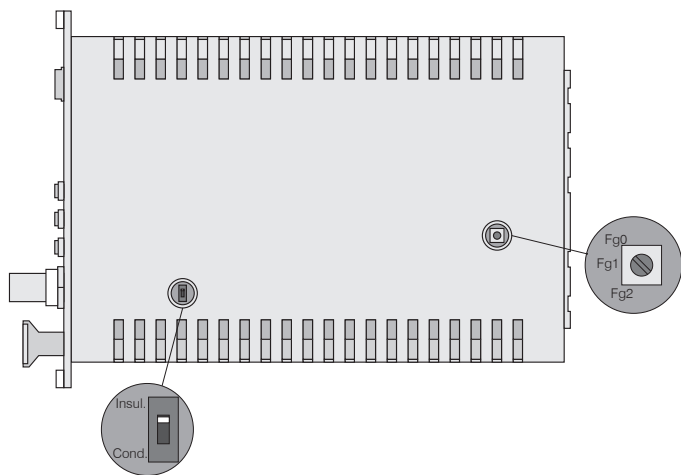

图 27 板载开关，用于材料选择和限制频率。
使用滑动开关，参见图 27，在导电（Cond.）和非导电目标（Insul.）之间切换。
模拟输出信号的极限频率可以通过电路板上的旋转开关进行设置，参见图 27。
- 将解调器的开关滑动至 Cond 位置。（导体，参见图 27）
➡ 为此，将解调器电路板上的滑动开关移动到 Insul（绝缘材料，参见图 27）的位置。按照说明进行必要的线性度调整，参见第 5.4 章。
- 将解调器上的开关滑动到 Insul 位置。(绝缘体, 参见图 27)